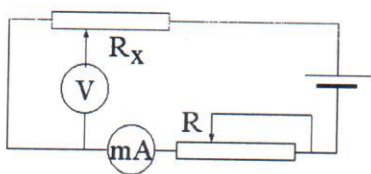

Рис.2
3. Клавиша $S3$ в нажатом положении. При таком положении переключателей и клавиш включена схема, изображенная на рис.2.